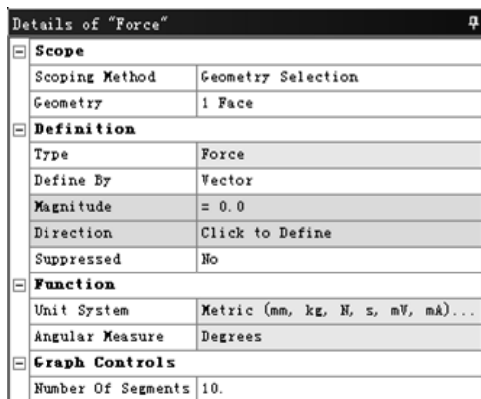

图 5.2.10 “Details of ‘Force’”对话框（三）
- ☒ **Function** 选项：选中该选项，用于定义函数类型的载荷，此时的对话框如图 5.2.10 所示，在对话框的 **Number Of Segments** 文本框中输入表格段数。在图 5.2.11 所示的 Tabular Data 数据表（二）中定义函数。